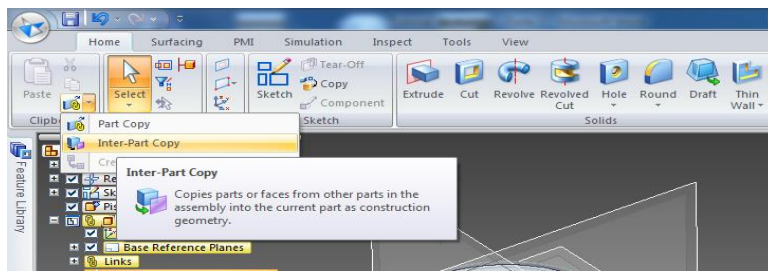

Figura 24.a)
24. Após a extrusão, no canto superior esquerdo, em "Clipboard", selecione "Inter-Part Copy" (Figura 24.a) e clique no pistão, altere de "Face" para "Body" e clique novamente no pistão, clique em "Accept" e "Finish" (Figura 24.b)).